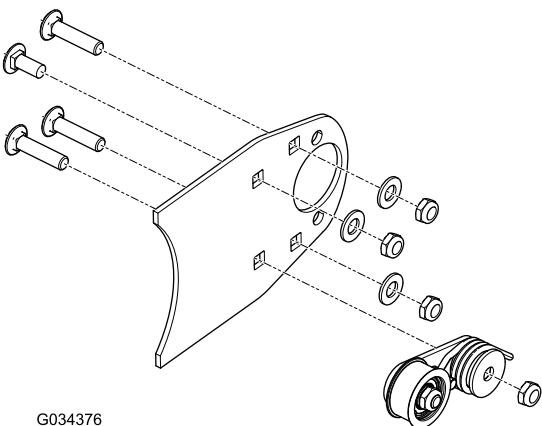

Figura 4
6. Retire las tuercas, los pernos y las arandelas de la placa de cepillo (Figura 4).
7. Retire el conjunto tensor de la placa de cepillo, y deseche la placa de cepillo (Figura 4).